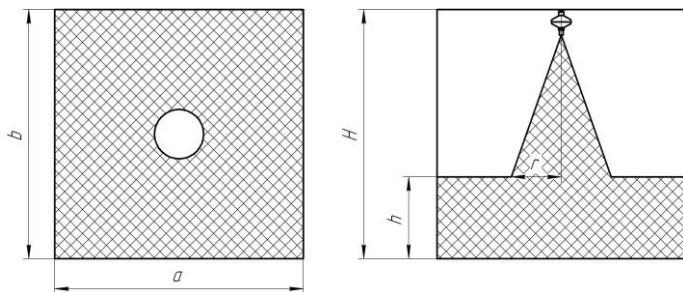

Рис.1
1.4. МПП могут применяться для тушения пожара на всей защищаемой площади локального тушения, на части площади или объема, или тушения всего защищаемого объема. При этом расчет количества и расположение модулей производится в соответствии с конфигурацией распыла (рис. 1, таблица 2).
2.2 Огнетушащая способность и конфигурации распыла порошка МПП «Ураган-24М» в защищаемой зоне при тушении очагов пожара классов «А» и «В» на закрытой площадке приведена на рис.1 и таблице 2.